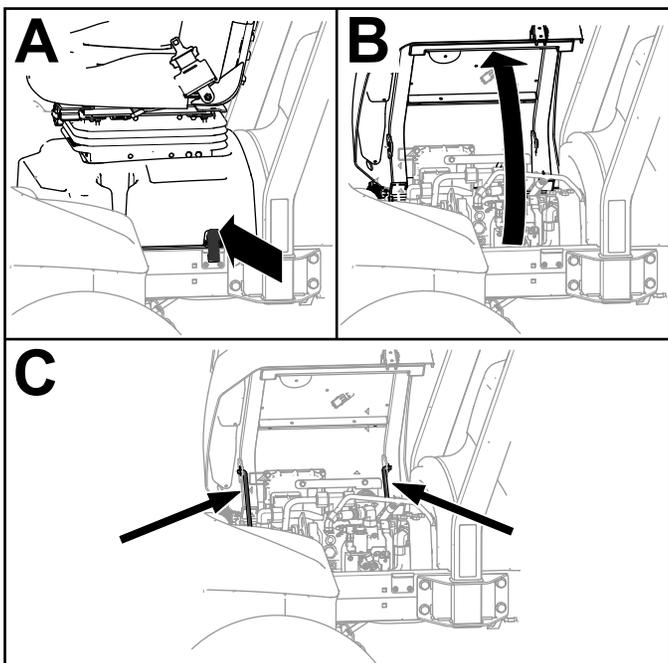

図 104
1. シートベースのラッチを外す 図 104のA。
2. シートとベースを傾けて開く (図 104の B)。
3. ロッドで支える 図 104のC。